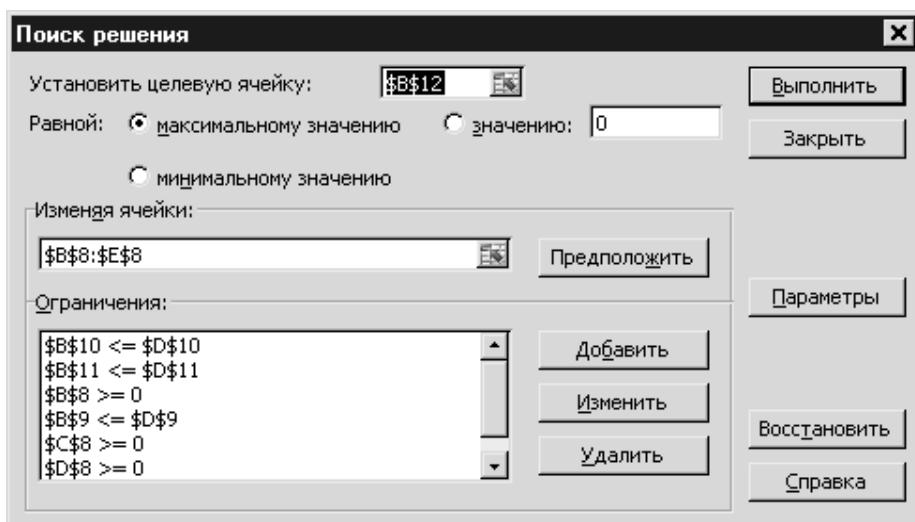

Рис. 7. Пример диалогового окна «Поиск решения»
2. Выполните команду Сервис/Поиск решения и появится диалоговое окно “Поиск решения” как показано на рис. 7.